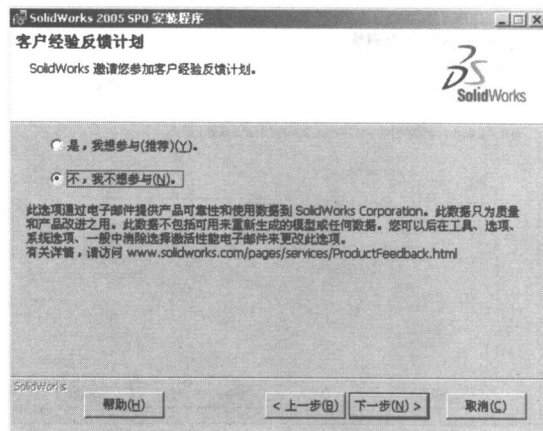

图 1-7
7. 这里出现记录 Solidworks 2005 的功能信息，按（下一步）按钮，如图 1-7 所示。